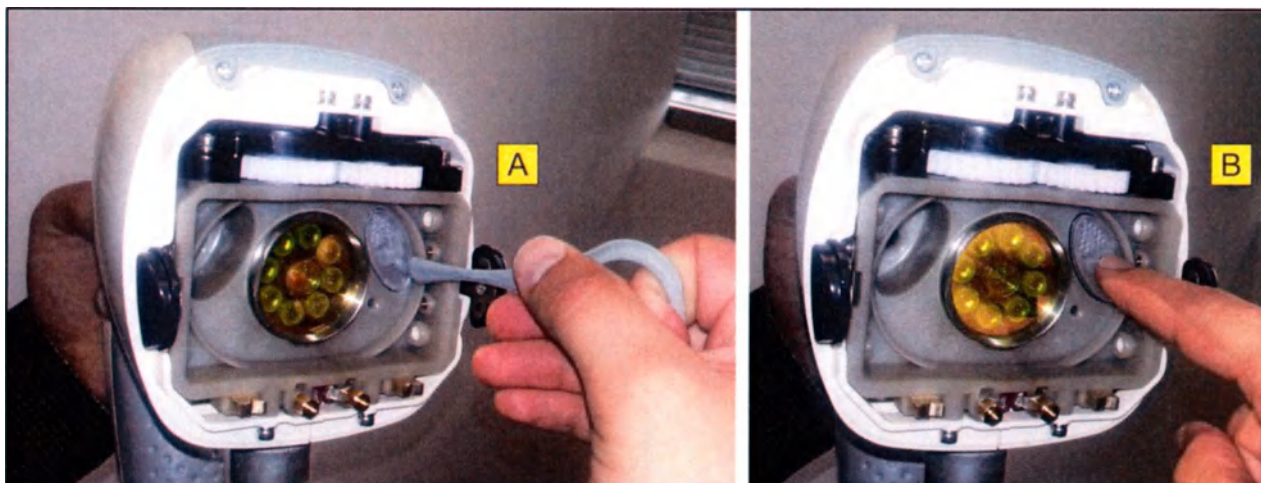

Рис. 38: Замена фильтров Большого аппликатора «VSmooth»
- Меняйте два фильтра (см. Рис. 38) с периодичностью, указанной на коробке с насадками. Совокупный срок службы каждого из двух фильтров никогда не должен превышать 10 часов.
См. Рис. 38: